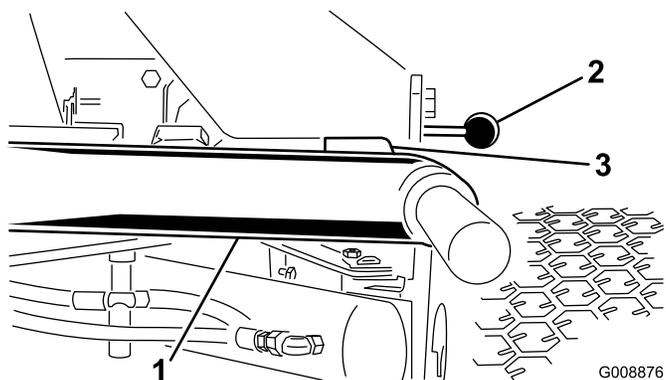

Figura 10
1. Ligue o motor, eleve as unidades de corte e verifique se a folga entre cada braço de elevação e o suporte da placa do chão é de 5 a 8 mm (Figura 10).